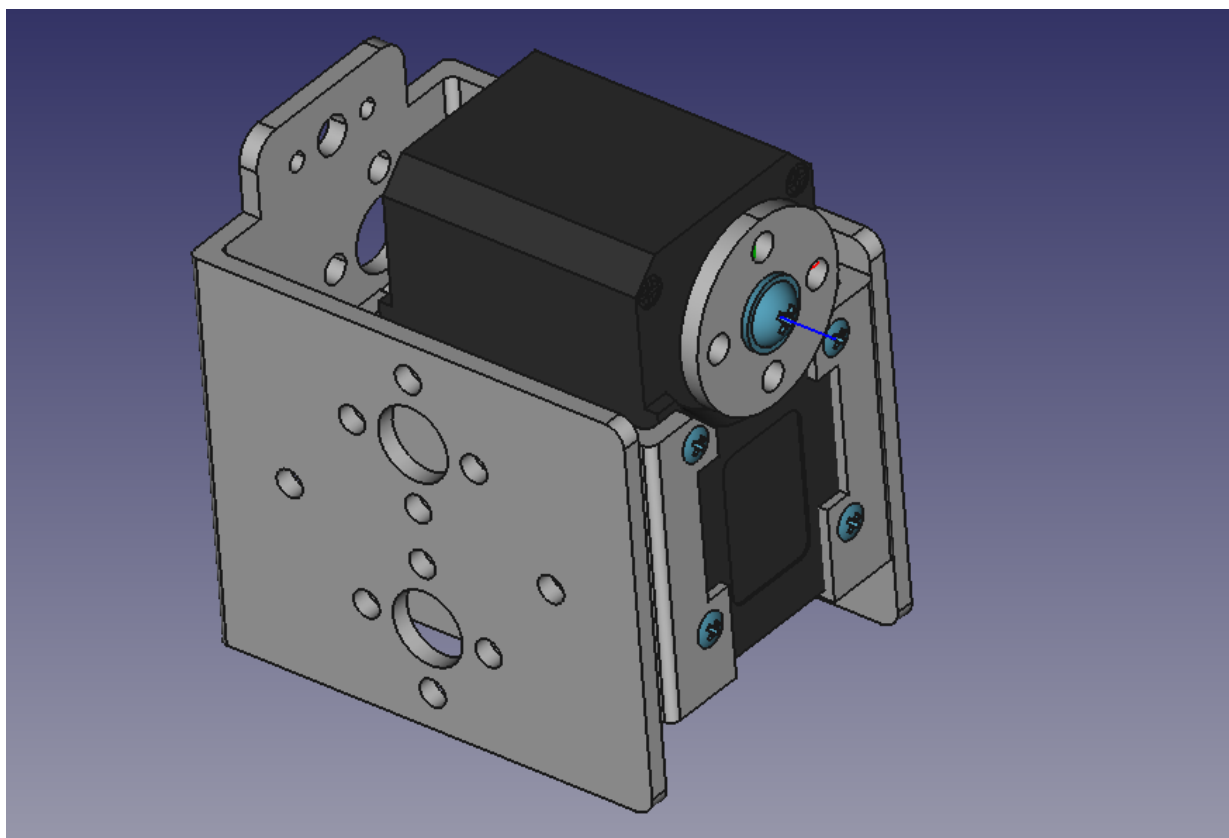

Рис.12. Узел сервомотора
13. Отключить визуализацию всех LCS элементов сборки, кроме LCS_Origin (Box) для исключения загромождения картинки сборки Box. Сборка узла сервомотора (Box) представлена на Рис.12.
6. Включить в сборку A1_link узел сервомотора Box. Для этого сделать на него ссылку (**Ctrl+L** или **Assembly => Link a part**) под именем Box_A1 и в диалоге «**Place linked Part**» выбрать для Box_A1 в качестве «**Parent Part**» Parent Assembly и LCS_Origin (Box_A1) относительно LCS_Origin (A1_link). Подтвердить размещение «**Ok**». Результат полностью совпадает с узлом сервомотора Box и представлен на Рис.12.